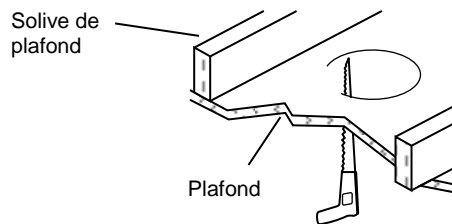

Fig. 1
2. Utilisez une scie à guichet pour pratiquer une ouverture de 3 ¼ po (8,3 cm) de diamètre dans la cloison du plafond. (Fig. 1) (**Note:** veiller à ce que l'ouverture ne dépasse pas les dimensions prescrites par le gabarit. Une ouverture trop grande pourrait nuire à l'installation adéquate du luminaire.)